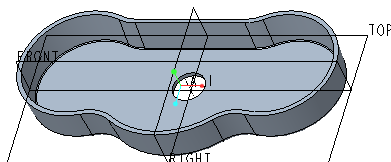

图 4-91 完成的一个孔特征
- 6 在“孔”选项卡中单击“完成”按钮, 完成的孔特征如图 4-91 所示。